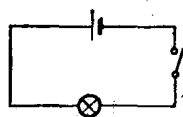
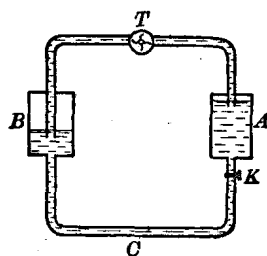

图 79
图 80
49. 电压 用导线把电池、小电灯和电键连接起来（图 79），关闭电键，小电灯就发光，表明电路中有电流通
在图 80 里，如果打开开关  $K$ ， $C$  管中的水就要流动，形成由  $A$  向  $B$  的水流，这是因为  $A$  槽的水面比  $B$  槽的高， $C$  管中存在水压的缘故。与此相似，在图 79 里，电路中的电荷移动形成电流，是因为电路上存在电压的缘故。
在图 80 里，如果抽水机  $T$  不工作，经过很短时间， $A$ 、 $B$  两槽的水面变得一样高， $C$  管中的水流就要停止。要想使  $C$  管中不断有水流，就必须开动抽水机  $T$ 。抽水机工作的时候把机械能转变成水的势能，从而产生水压。在图 79 里，电池的作用跟抽水机相似，它是维持持续的电流所不可少的。电池工作的时候把化学能转变成电能，从而产生电压。